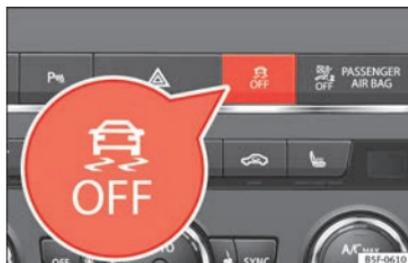

Fig. 190 Console centrale : Touche d'Activation/de désactivation de l'ESC et de l'ASR
- Appuyer sur la touche  » fig. 190 pendant environ 1 seconde permet de désactiver la fonction ASR.
- Appuyer sur la touche  » fig. 190 pendant environ plus de 3 secondes permet de désactiver le programme électronique de stabilité (ESC), y compris la fonction ASR.
- La fonction ASR et l'ESC sont réactivées en appuyant sur la touche  » fig. 190.